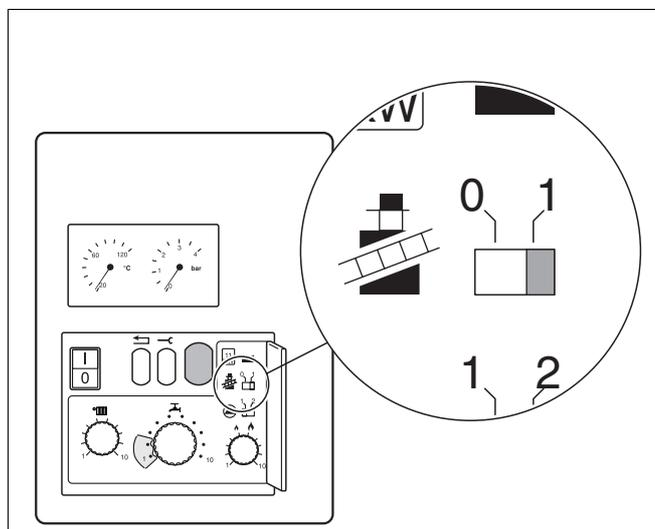

Fig. 45 Interruttore spazzacamino
- Aprire la copertura del secondo livello di servizio dell'UBA (fig. 45).